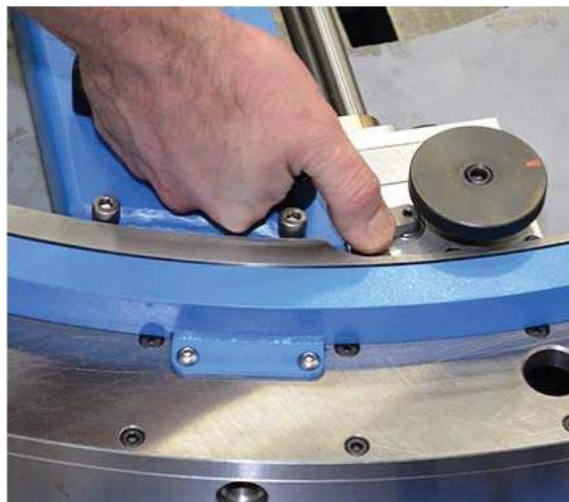

Рис. 3-21. Фиксация кулачкового ключа разблокировки при вставке (ПОКАЗАНА МОДЕЛЬ FF3600)
4. Отцентрируйте кулачок корпуса блока подачи в пазу кулачка и установите корпус подвижного узла на подшипник узла поворотного привода (см. рис. 3-21).